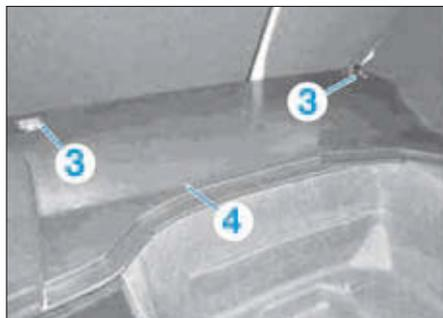

FIG. 66
- Déposer les anneaux d'arrimage (3) et la garniture arrière de coffre (4) (Fig.66).